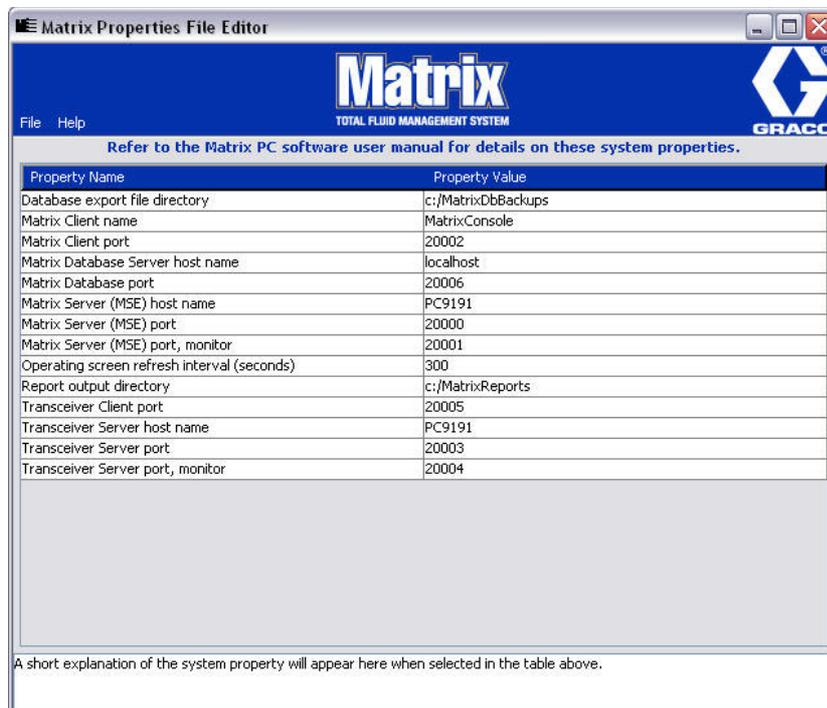

ABB. 23
- Der Editor erscheint als zweisepaltige Liste mit Systemeigenschaften, wobei die Bezeichnung der Eigenschaften links und ihre bearbeitungsfähigen Werte rechts aufgeführt sind (Abb. 23). Wenn Sie eine Eigenschaft durch Anklicken auswählen, zeigt der untere Bereich des Fensters grundlegende Informationen zu dieser Eigenschaft an.